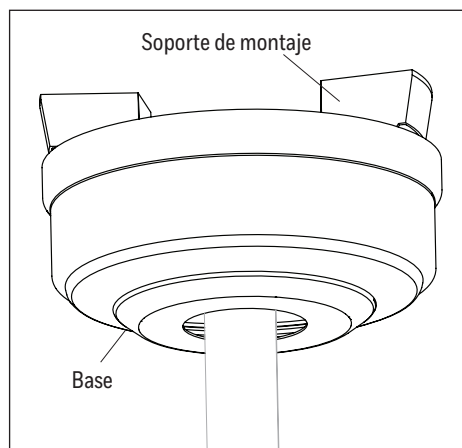

Figura 5.2
2. Levante la base y asegúrese de que los imanes situados en la parte inferior del soporte de montaje fijen la base en su sitio (Figura 5.2).